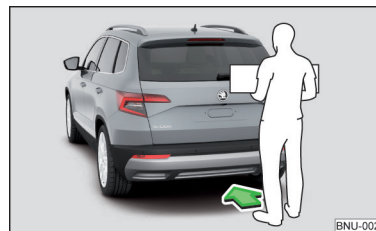

Abb. 51
► Zum **Öffnen/Schließen** einen Fuß unter dem hinteren Stoßfänger im Sensorbereich zügig in Pfeilrichtung schwenken » **Abb. 51**.